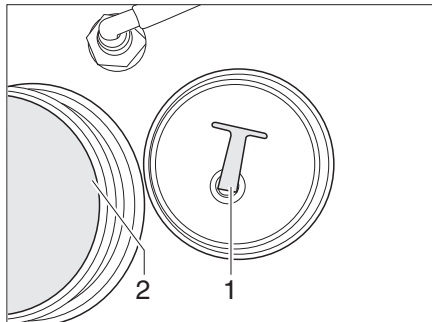

Bild 145 Wassertank
- Verschlussdeckel (Bild 145,2) am Wassertank abschrauben.
- Den Verschluss-Stopfen (Bild 145,1) aus der Ablassöffnung ziehen. Das Wasser läuft ab.